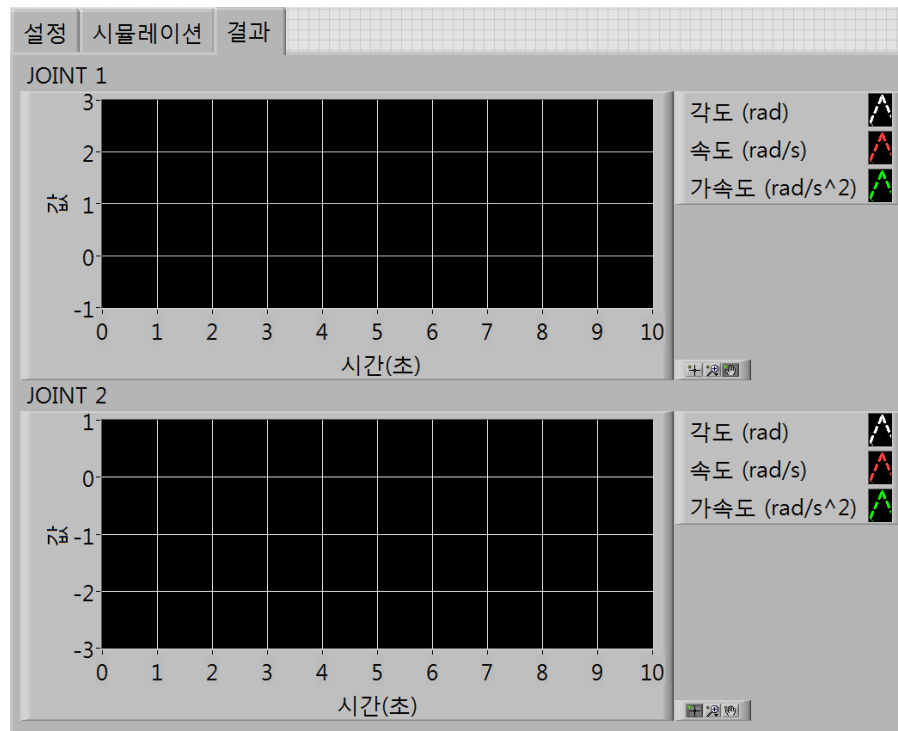

Figure 5
- 1- "시뮬레이션" 탭을 클릭하면 Figure 5와 같다. 여기서 'start' 버튼을 클릭하면 로봇팔의 시뮬레이션이 시작된다.